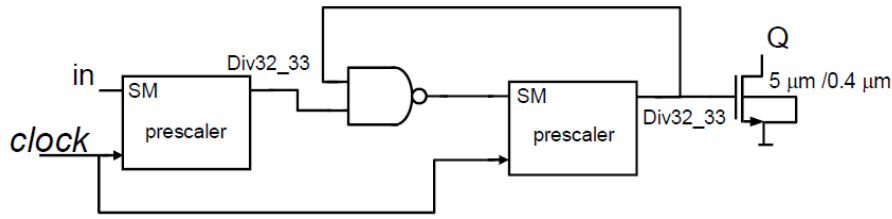

Figura 6: Circuito utilizando Prescalers e transistor.
**10.** Modifique o circuito adicionando um transistor na saída como indicado na **Figura 6**. Novamente gere o *layout*, adicione *ports*, faça o *DRC* e o *LVS*. Quais são os valores da saída quando o gate do transistor está "Alto" e quando está "Baixo". Inclua no relatório o *layout* feito.